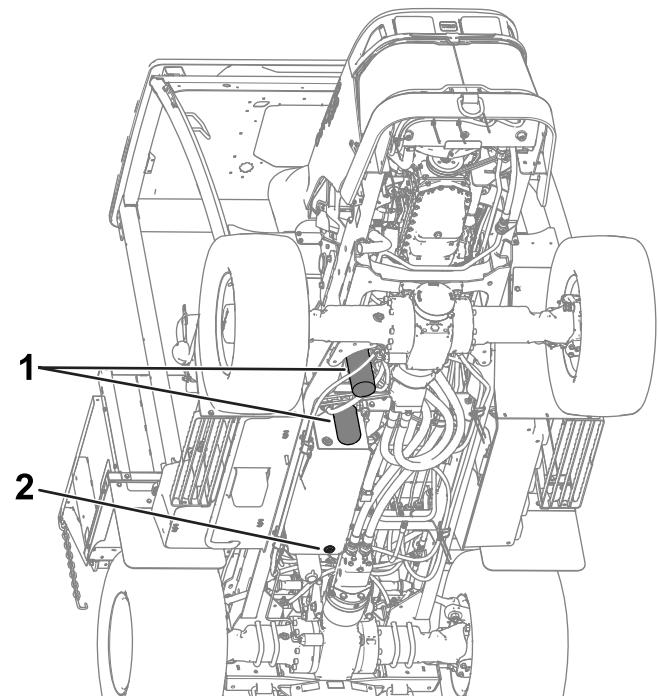

図 114
5. 油圧オイルタンク底面にあるドレンプラグを取り外して流れ出すオイルを大きな容器で受ける図 114。
8. フィルタの下に廃油受けを置いてフィルタを外す図 114。